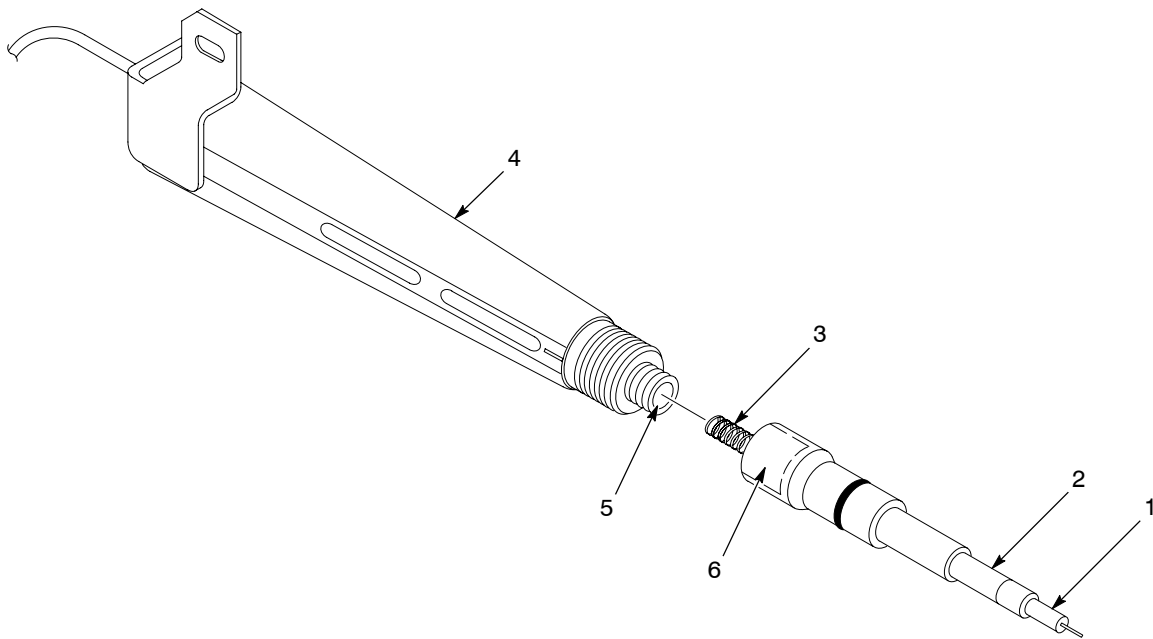

Рис. 8 Замена контактного наконечника и резистора
2. См. рис. 8. Вывернуть поврежденный контактный наконечник (1) из резисторного насадка (2).
2. См. рис. 8. Вывернуть старый резисторный насадок (2) из умножителя (4). Прочистить полость умножителя (5).